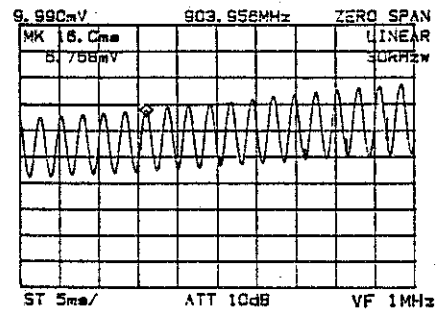

図 5-5 マーカの時間表示の読み取り
- ⑨
- ⑩
- ⑪
- ⑫
- このときのマーカの時間表示をメモしておきます。(図 5-5)